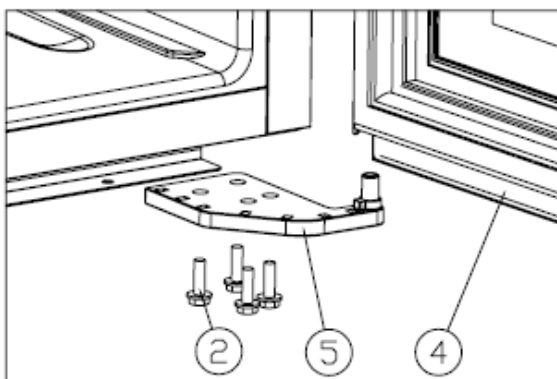

Figure 2
Svitare le viti M5*16 (2), rimuovere la cerniera in basso a destra (5). [Figure 2]